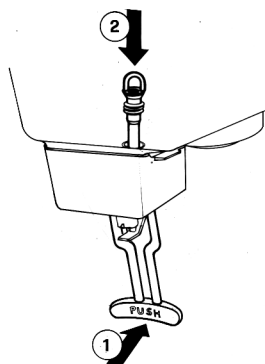

figura 10
- 2 - Premere (1) la leva comando rubinetto e inserire (2) il gommino nella sua sede verticale sul fondo del contenitore bevanda (vedere figura 10).